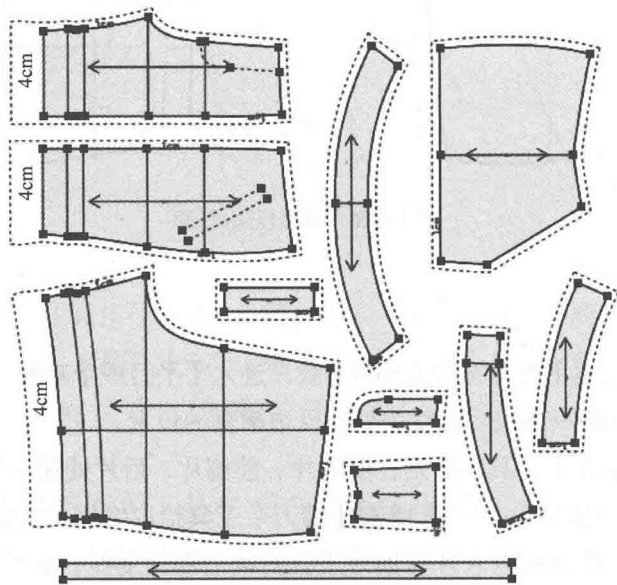

图 7-128 加缝份
(47) 加缝份(图7-128)。
①选择【加缝份】工具,将工作区的所有纸样统一加1cm缝份。
②将前后片裤口缝份修改为4cm。
③将串带缝份修改为0cm。